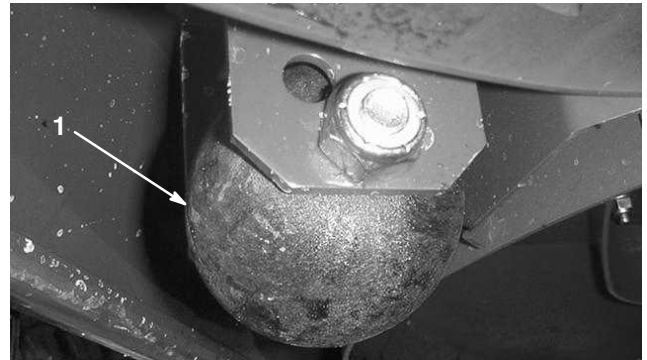

Bild 19
1. Entfernen Sie die Kopschraube und Mutter, mit denen das Abstandsrad am Mähwerkbügel befestigt wird (Bild 19).